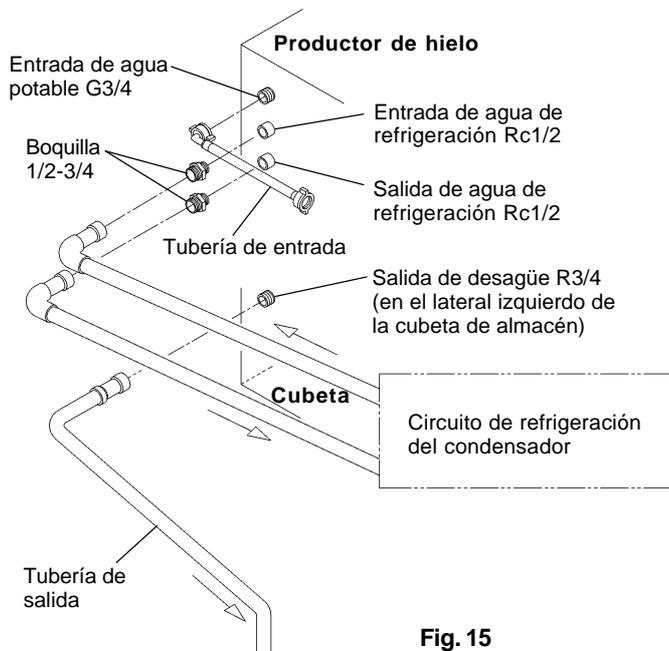

Fig. 15
* Hoshizaki recomienda conectar el condensador refrigerado con agua a un sistema de refrigeración de tipo recirculación de circuito cerrado que utilice una torre, un enfriador de agua o un dispositivo similar (véanse las figs. 15 y 16). La producción de agua debería tener lugar mediante una disposición de tipo válvula de bola/depósito de rotura.
[a] Conexiones estándar de acuerdo con la normativa WRC del Reino Unido (figs. 15 y 16)
3) Instalar el tubo flexible de salida gris (accesorio) en el accesorio R3/4 del lateral izquierdo de la cubeta de almacén según se indica (fig. 15). Comprobar el ajuste de la arandela de goma antes de apretar la unión con la mano. Cortar este tubo a la longitud necesaria para adecuar la posición del desagüe principal.
5) Conectar el circuito de refrigeración del condensador a los extremos libres de las boquillas 1/2-3/4 como se indica (fig. 15), utilizando para ello una tubería de tipo rígido adecuada.